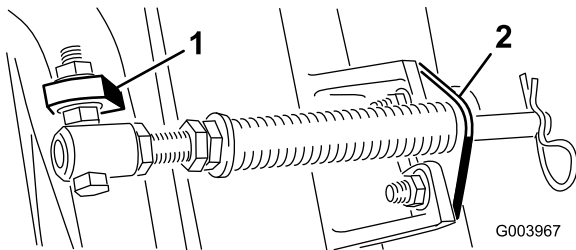
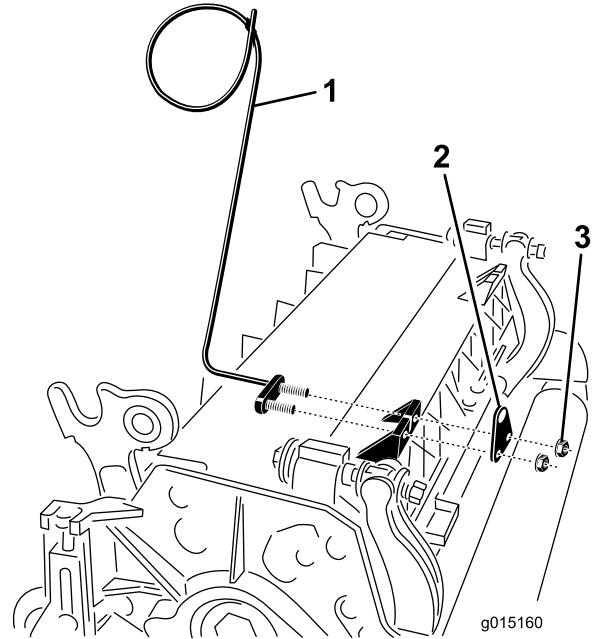

図 11
図 13
- C. スプリングチューブのボルトを、反対側のキャリアフレームのタブに取り付け、フランジナットで固定する。図 11に示すように、ボルトの頭部がタブの外側を向くように取り付けること。
D. カuttingユニットのタブにロッドブラケットを取り付け、キャリッジボルト2本とナットで固定する(図 11)。また、ロッドブラケットの再取り付けを行うときに、カuttingユニットのタブの前に、左ホースガイドを取り付ける(図 13)。